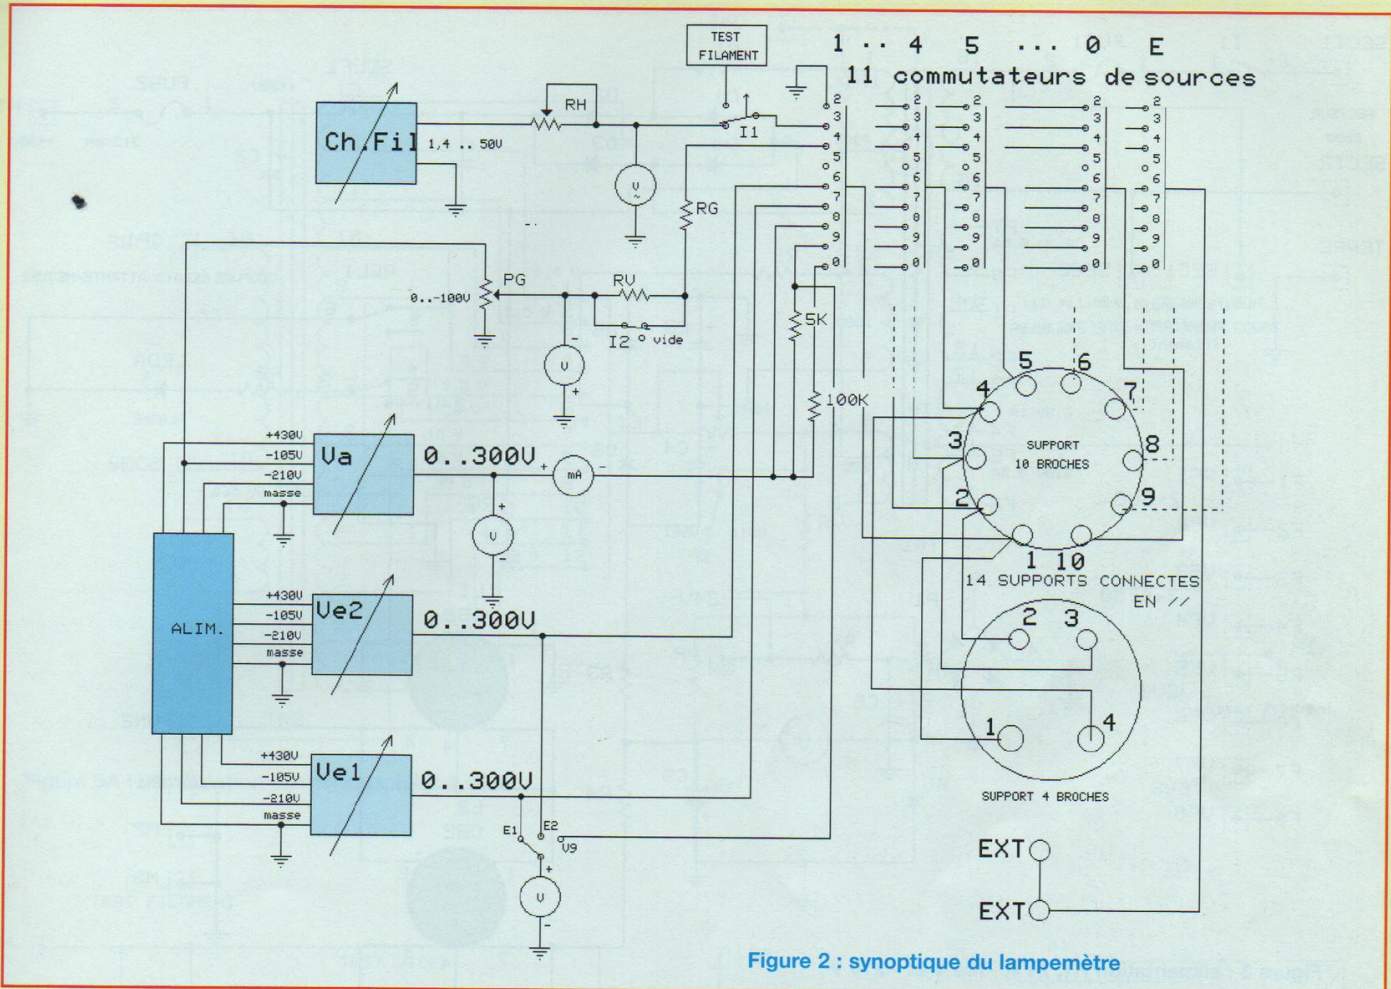

Figure 2 : synoptique du lampemètre
Un bloc de 11 commutateurs permet d'assurer la bonne combinaison nécessaire pour diriger les différentes sources aux bonnes broches du tube à tester (**synoptique figure 2**).
- l'alimentation filament avec son transformateur, le rhéostat de réglage RH, le voltmètre de contrôle et l'inverseur de test I1 (figures 2 et 5).
L'une servira à maintenir le potentiel des cathodes des EF80 à un potentiel fixe, c'est-à-dire à un potentiel voisin de -105 V par rapport à la masse. Cette source de tension alimente le potentiomètre PG (figure 2) de polarisation de grille qui doit toujours délivrer une tension négative par rapport à la masse. La cathode du tube à tester sera toujours portée au potentiel de la masse. Une seconde tension encore plus négati-